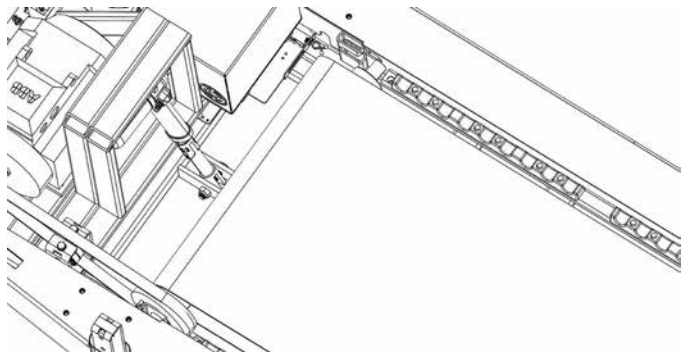

Fig: 8
10. Luta främre valsen så som visas i bilden och dra ut den, se *fig: 8*